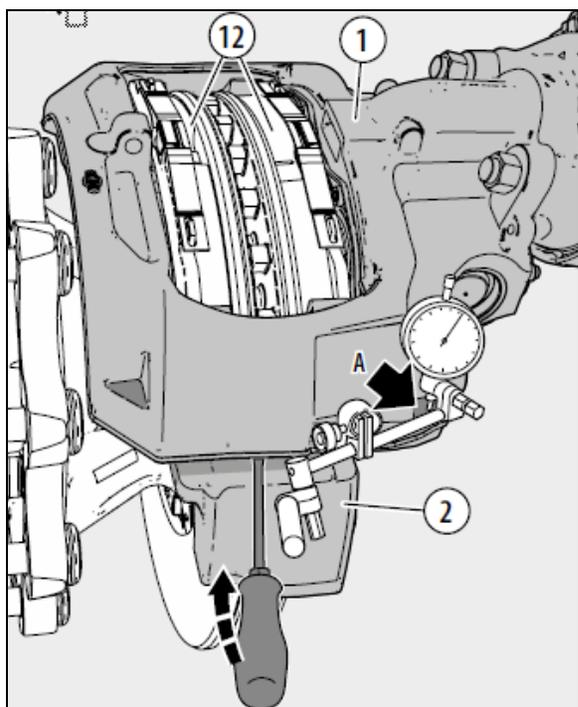

Figure 43: Parvenir à la valeur maximale du jeu du mécanisme de guidage
3. Fixer un support de comparateur à base magnétique sur le support (2) sur le côté d'appui flottant de l'étrier (1). Utiliser l'embout en fonte sur l'étrier (1) comme point de mesure (voir flèche A, Figure 43).
5. Placer un outil adapté (par ex. un tournevis d'au moins 200 mm de long) au centre entre le support (2) et l'étrier (1), et les soulever dans les directions opposées (à la main, avec une force "normale").